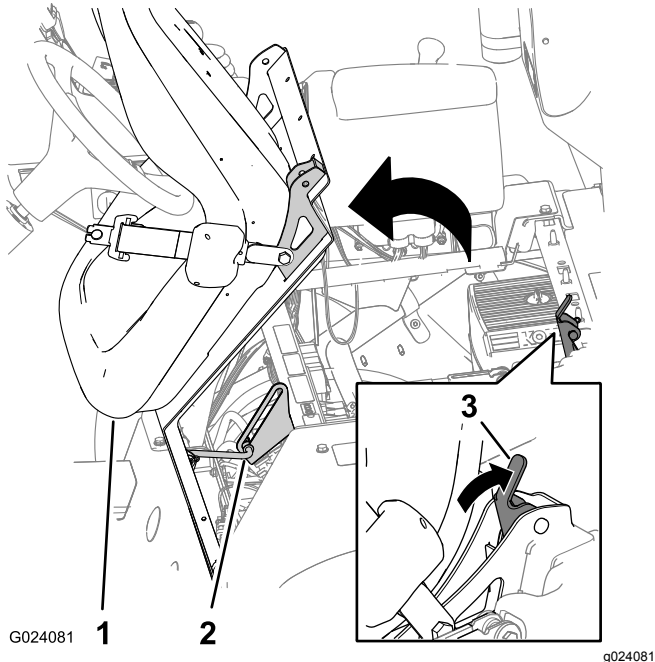

Bild 1
2. Drücken Sie den Sitzriegelgriff nach hinten, um den Sitz zu entriegeln (**Bild 1**).
3. Drehen Sie den Sitz und die Sitzplatte nach vorne, bis sich das Ende der Stützstange an der Stützstangenhalterung unten an der Rille der Halterung befindet (**Bild 1**).